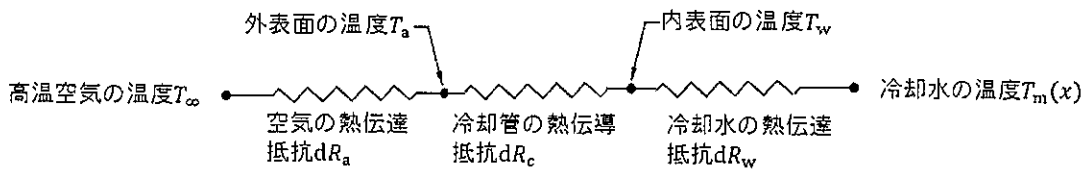

図 1-3
- (1) 入口からの距離  $x$  の断面の混合平均温度を  $T_m(x)$  とする。  $x$  と微小な距離  $dx$  だけ離れた断面との間の単位時間当たりの伝熱量  $dQ$  を温度差、熱伝達率、熱伝導率など必要な量を用いて三通りに表せ。この伝熱を図 1-3 に